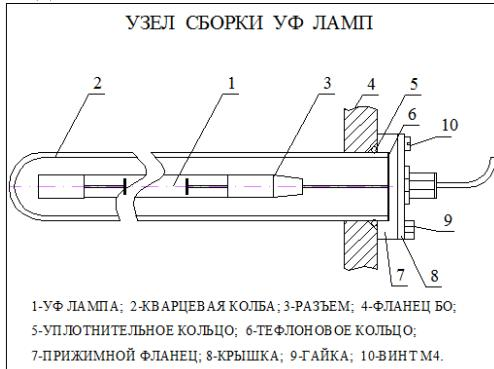

Рис. 2 Узел сборки ламп
4.2. На рис.2 представлен узел сборки УФ ламп. Гидроизоляцию кварцевого кожуха -2 в корпусе БО обеспечивает уплотнительная прокладка круглого сечения 5, поджатая с помощью трех гаек -9 фланцем 7. Винты -10 прижимают крышку -8 для извлечения УФ лампы.
6.4. При обнаружении протечки подожмите уплотнительную прокладку (5 на рис.2).
12.3. Отвинтите три винта M4 (10) и отведите в сторону крышку с прорезями 8 (рис.2).